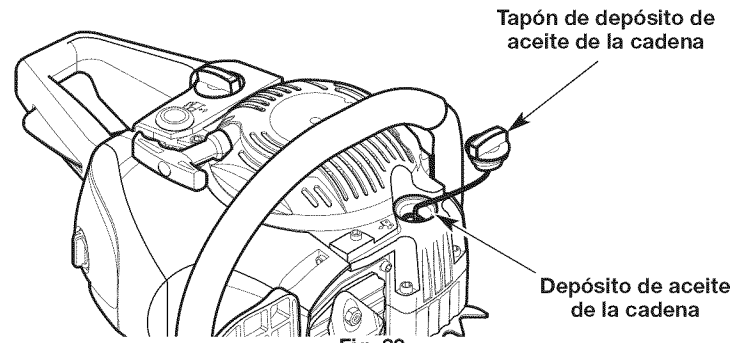

Fig. 23
3. Desenrosque la tapa del depósito de aceite (Fig. 23).